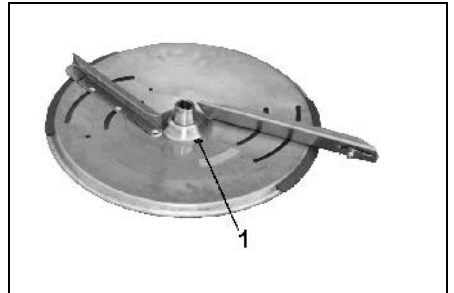

Fig. 52
- Streuscheibe derart verdrehen, dass das Scheibenloch \varnothing 8 mm (Fig. 52/1) zur Maschinenmitte ausgerichtet ist.